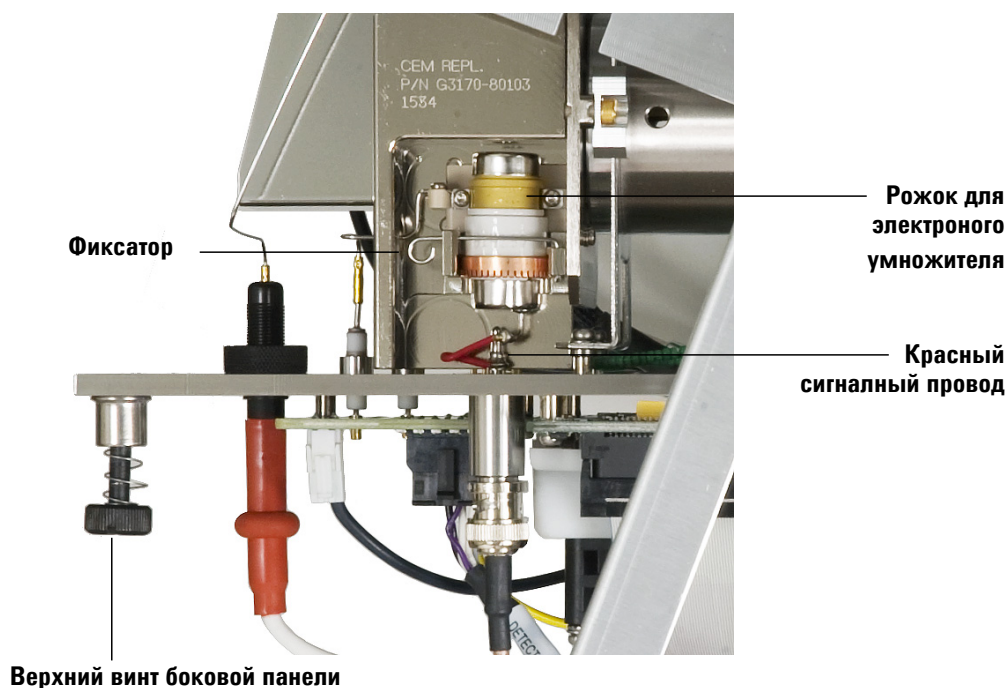

Рис. 39 Замена рожка для электронного умножителя
- 3 Откройте фиксатор (Рис. 39). Поднимите рычажок фиксатора и поверните фиксатор в сторону от рожка для электронного умножителя.